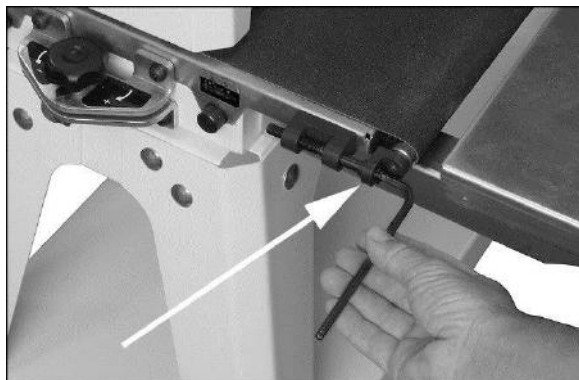

Figure 8-2: Réglage de la tension de courroie
2. Ajustez les écrous (Figure 8-2) avec une clé hexagonale de 5 mm. Faites-les des deux côtés du convoyeur pour obtenir une tension approximative égale des deux côtés de la courroie abrasive lorsqu'elle est tendue.